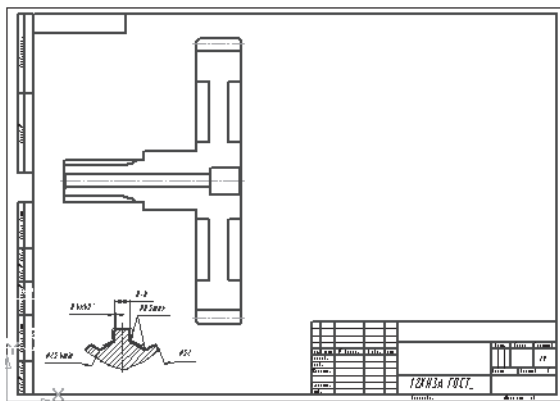

Рис. 3.42. Возможное местоположение выносного элемента – **Профиль внешних прямоугольных шлицев** на чертеже
- переместите выносной элемент в нужное вам место. Возможное местоположение выносного элемента – **Профиль внешних прямоугольных шлицев** на чертеже показан на рис. 3.42;
- щелкните в главном окне системы КОМПАС-SHAFT 3D V6 в верхнем окне **Внешний контур** (см. рис. 3.42) по второй ступени – пункту **Цилиндр D = 45**. Этот пункт выделится;
- Щелкните в главном окне системы КОМПАС-SHAFT 3D V6 в верхнем окне **Внешний контур** (см. рис. 3.42) по пункту **Шестерня Z = 46**. Этот пункт выделится;